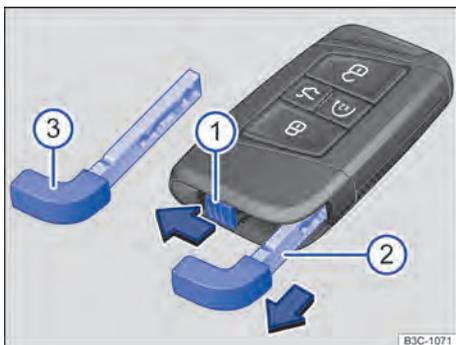

Fig. 55 Chave do veículo: destravamento da chave de emergência.
Na chave do veículo se encontra uma chave de emergência → Fig. 55 ③ para destravamento e travamento manual do veículo.